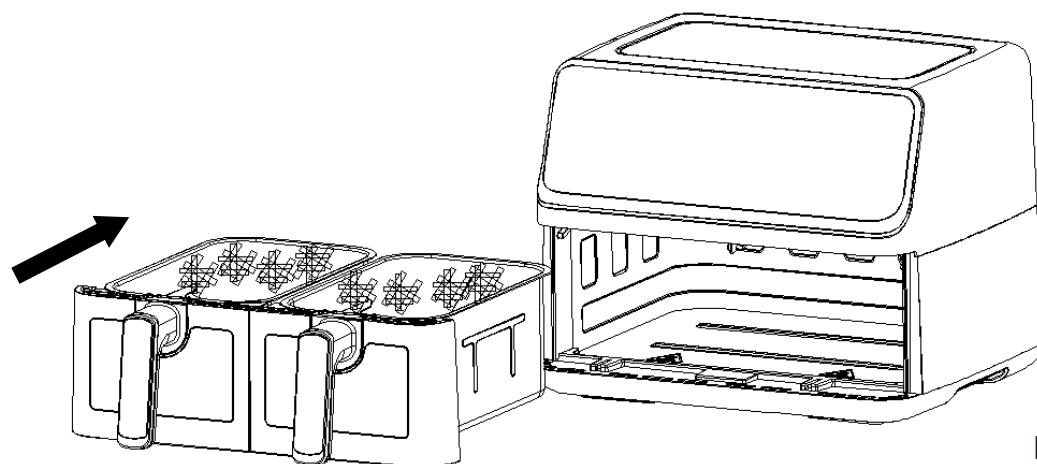

Fig.7
5. Deslize o cesto de volta para a fritadeira a ar (Fig. 7).